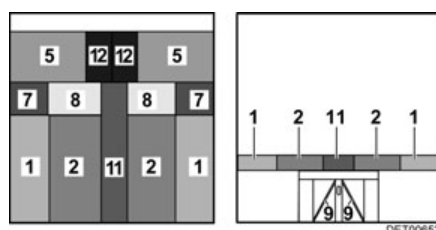

Fig. 147 Après la transformation
- Tirer les coussins d'assise (Fig. 147,2) des banquettes longitudinales vers le centre.
- Placer les coussins de dossier (Fig. 147,1) des banquettes longitudinales entre les coussins d'assise et les parois extérieures.
- Tirer les coussins d'assise (Fig. 147,8) de la rallonge de banquette vers le centre.
- Placer les coussins de dossier (Fig. 147,7) de la rallonge de banquette longitudinale entre les coussins d'assise et les parois extérieures.
- Placer le coussin supplémentaire (Fig. 147,11) entre les coussins d'assise sur la table.
- Placer les coussins supplémentaires (Fig. 147,12) sur les rallonges de banquette.